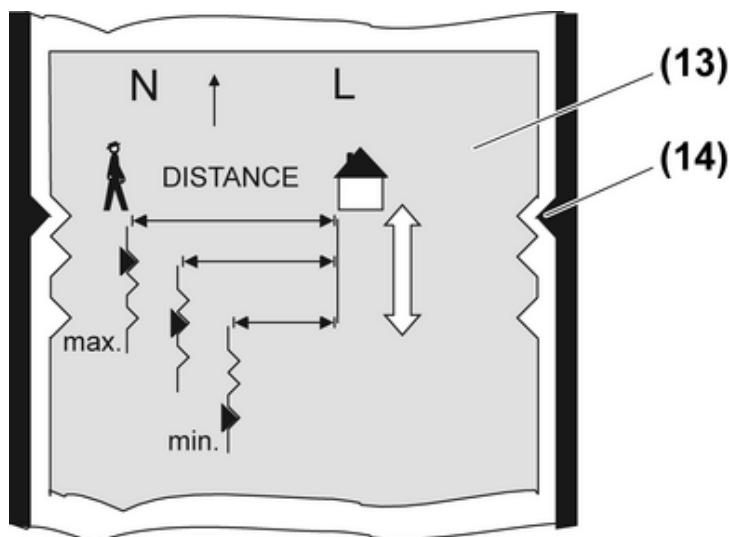

Bild 6: Reichweite einstellen
- Innengehäuse in mittlerer oder unterer Raste (Bild 6)
Die Reichweite des Bewegungsmelders kann durch verschieben des Innengehäuses (13) in 3 Stufen eingestellt werden (Bild 6).
- Reichweite durch Verschieben des Innengehäuses (Bild 6) einstellen.